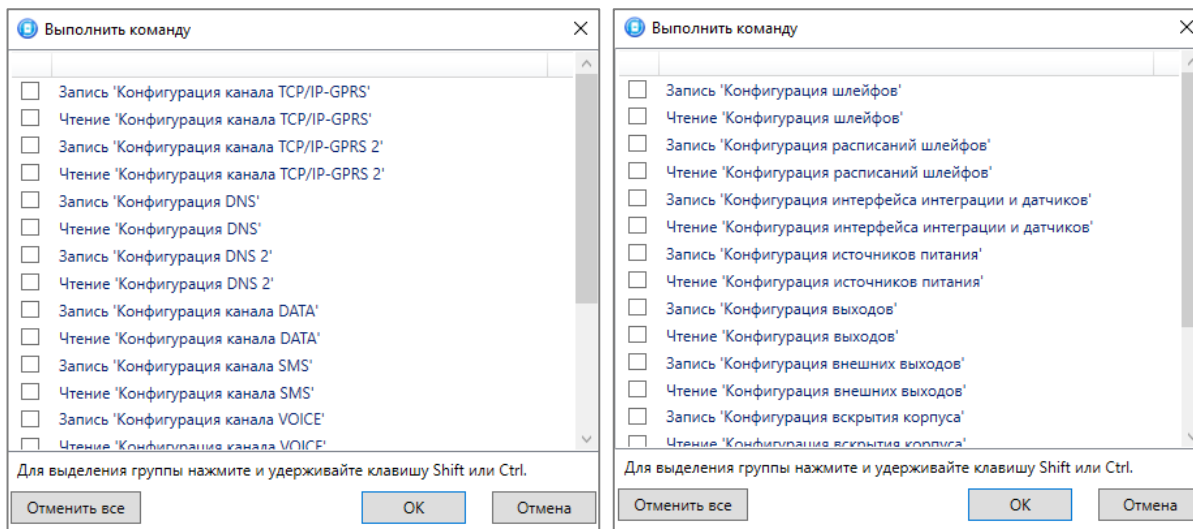

Рисунок 4.54 — Окно *Выполнить команду* (а — конфигурация ПОО, б — конфигурация ППК)
- *Выполнить команду:* открытие окна *Выполнить команду* (см. рисунок 4.54), с помощью которого могут быть записаны или считаны отдельные группы параметров (актуально при медленной скорости передачи данных или тарификации по объему передачи данных).